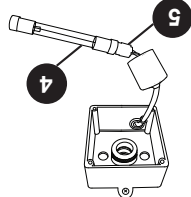

Figure 4
4. Retirer délicatement la ampoule UV (4) du tube de quartz.
5. Retirer la douille (5) de la ampoule UV (4), Figure 4.